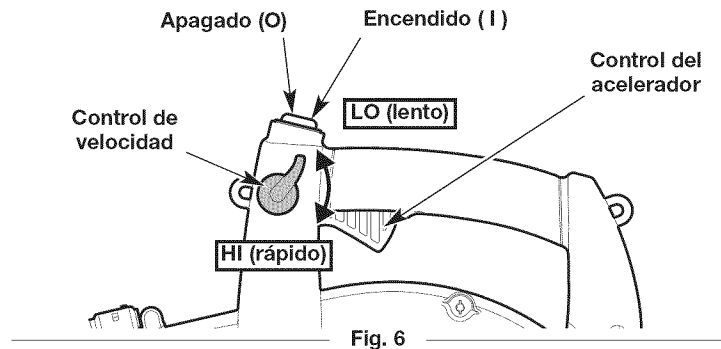
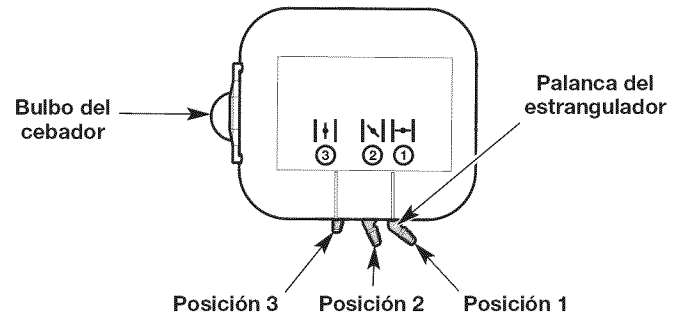

Fig. 6
Fig. 7
**NOTA:** No es necesario encender la unidad. El interruptor de encendido/apagado está en la posición **ENCENDIDO (1)** en todo momento (Fig. 6).
3. Presione y luego suelte el bulbo del cebador lentamente **10 veces** (Fig. 7).
4. Mueva el control de crucero a la posición **LO (lento)** (Fig. 6).
**NOTA:** Mantenga el control de crucero en posición **LO (lento)** y **NO** presione el control del acelerador hasta el paso 10 (Fig. 6).
5. Coloque la palanca del estrangulador en la **Posición 1** (Fig. 7).
8. **NO** apriete el control del acelerador. Coloque la palanca del estrangulador en la **Posición 2** (Fig. 7).
10. Apriete y mantenga oprimido el control del acelerador o mueva el control de crucero a la posición **HI (rápido)** (Fig. 6). Deje que el motor se caliente durante 30 a 60 segundos.
11. Siga oprimiendo el control del acelerador o mueva el control de crucero a la posición **HI (rápido)** (Fig. 6). Pase la palanca del estrangulador a la **Posición 3** (Fig. 7) y siga calentando el motor durante 60 segundos más. Se puede usar la unidad durante este período.
2. Oprima y mantenga apretado el interruptor de encendido/apagado en la posición **APAGADO (0)** hasta que el motor se pare por completo (Fig. 6).
**NOTA:** No es necesario encender la unidad. El interruptor de encendido/apagado está en la posición ENCENDIDO (I) en todo momento (Fig. 6).
**NOTA:** Mantenga el control de crucero en posición **LO (lento)** y **NO** presione el control del acelerador hasta el paso 12 (Fig. 6).
9. **NO** apriete el control del acelerador. Coloque la palanca del estrangulador en la **Posición 2** (Fig. 7).
12. Apriete y mantenga oprimido el control del acelerador o mueva el control de crucero a la posición **HI (rápido)** (Fig. 6). Deje que el motor se caliente durante 30 a 60 segundos.
13. Siga oprimiendo el control del acelerador o mueva el control de crucero a la posición **HI (rápido)** (Fig. 6). Pase la palanca del estrangulador a la **Posición 3** (Fig. 7) y siga calentando el motor durante 60 segundos más. Se puede usar la unidad durante este período.
2. Oprima y mantenga apretado el interruptor de encendido/apagado en la posición **APAGADO (O)** hasta que el motor se pare por completo (Fig. 6).
- Use el control de velocidad para facilitar la operación continua (Fig. 6).